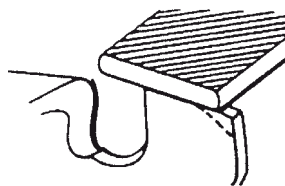

Fig. 40
- 4) Arrondissez l'angle avant du limiteur de profondeur afin de conserver la forme initiale du limiteur après usage de la jauge de contrôle. Respectez toujours les valeurs recommandées pour le limiteur de profondeur et indiquées dans le manuel d'entretien ou d'utilisation de votre tronçonneuse. (Fig. 40)